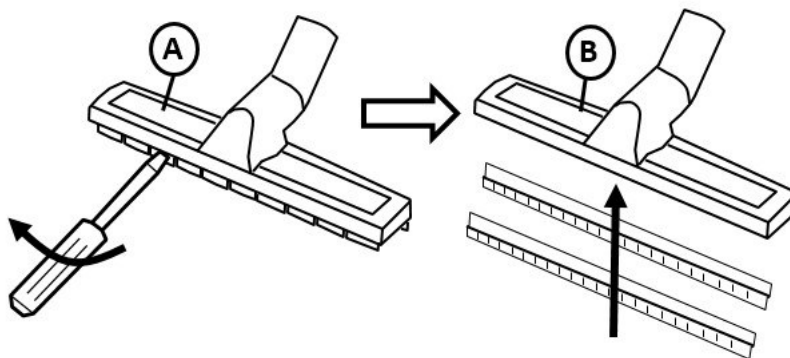

Abb. 5-2: Montage Nasssaugaufsätze
- ➔ Der Saugaufsatz wird werksseitig mit den Staubbürsten vormontiert geliefert (Abb. 5-2, A)
- ➔ Zum Saugen von Flüssigkeiten nutzen Sie die Nasssaugaufsätze aus Gummi (Abb. 5-2, B)